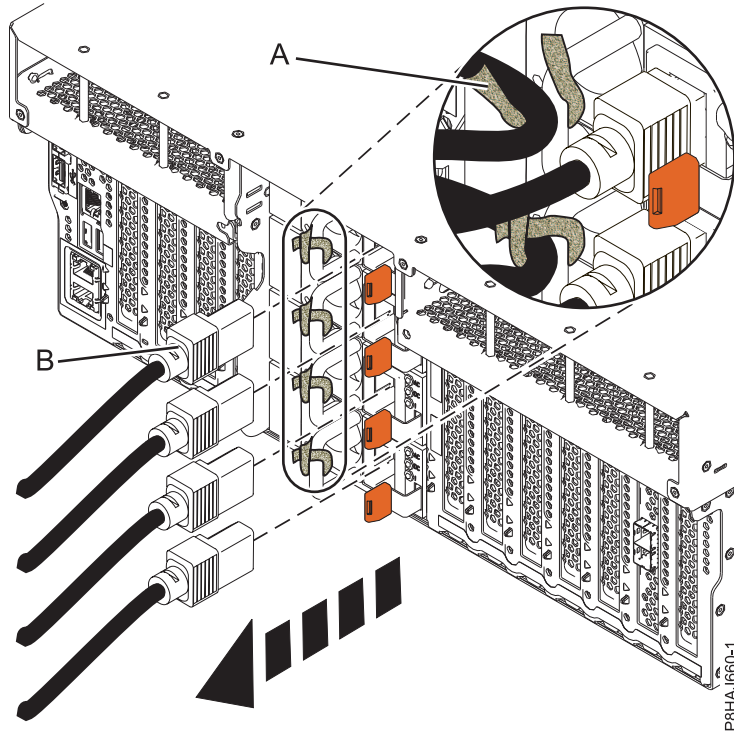
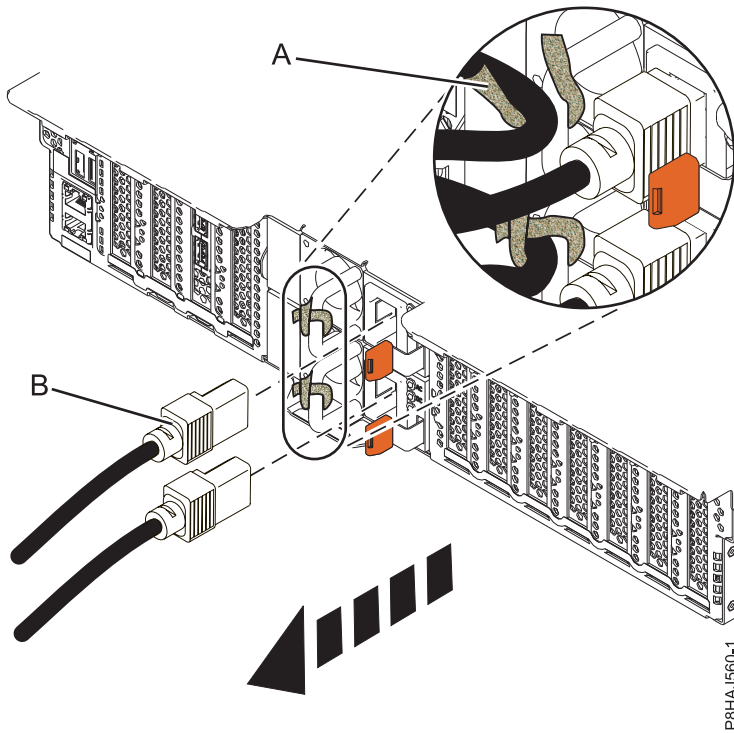
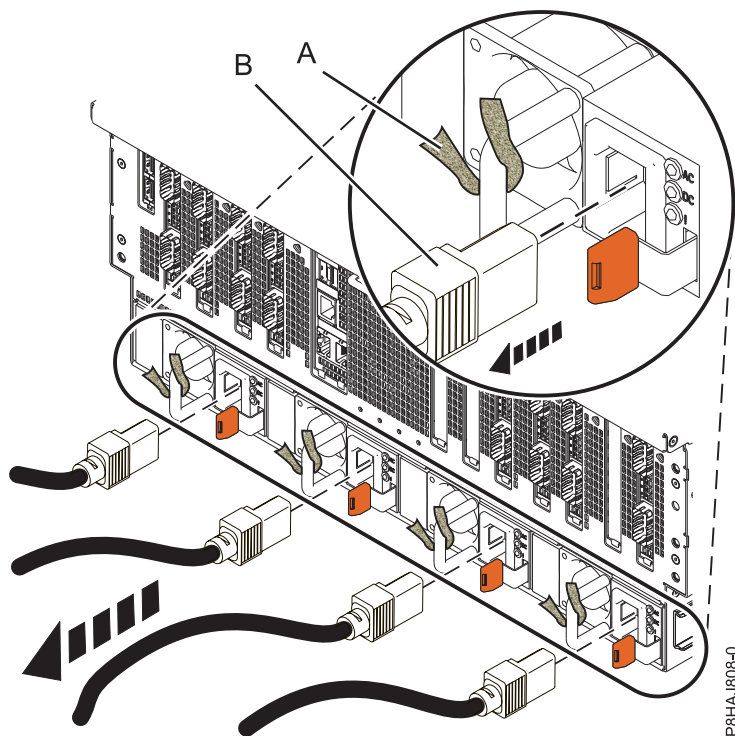

Figura 36. Extracción de los cables de alimentación de un sistema 8247-42L, 8286-41A o 8286-42A
Figura 37. Extracción de los cables de alimentación de un sistema 5148-21L, 5148-22L, 8247-21L, 8247-22L, 8284-21A o 8284-22A
Figura 38. Extracción de los cables de alimentación de un sistema 8408-44E o 8408-E8E
3. Desconecte los cables de alimentación **(B)** de la unidad del sistema. Consulte la Figura 36 en la página 51, la Figura 37 en la página 51 o la Figura 38 en la página 52 según el tipo de sistema.